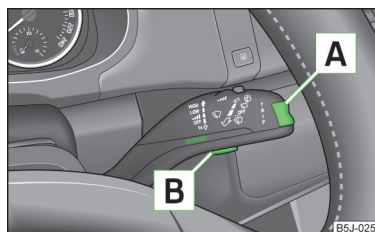

Fig. 7
- » El menú principal (**MENÚ PRINCIPAL**) se activará pulsando la tecla basculante **A** » fig. 7 durante un tiempo prolongado.
- Si en la pantalla se muestran los mensajes de advertencia, estos mensajes se deben activar pulsando brevemente la tecla **B** » fig. 7 para activar el menú principal.
- Si en la pantalla MAXI DOT se muestran los mensajes de advertencia, estos mensajes se deben confirmar con la tecla **[B]** » fig. 7 de la página 20 para activar el menú principal.